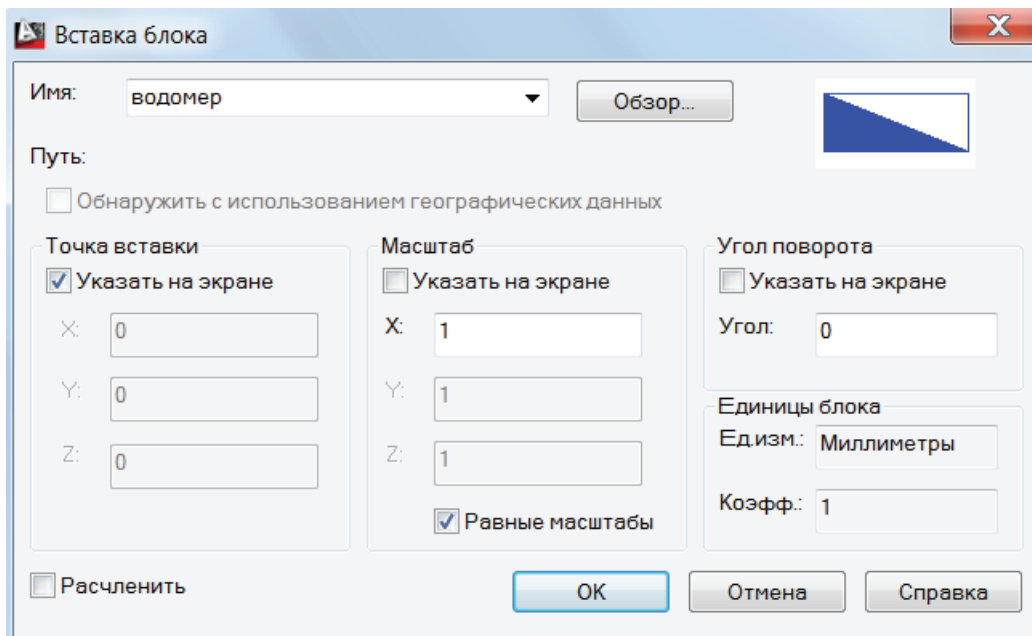

Рис. 115. Диалоговое окно Вставка блока
Лента → Вставка → Блок → Вставить . Открывается диалоговое окно Вставка блока (рис. 115), в котором нужно ответить на запросы команды:
- ◆ дважды нажмите ЛКМ на изображении блока, который требуется вставить. В этом случае открывается диалоговое окно Вставка блока (см. рис. 115), в котором нужно указать точку вставки, масштаб и угол наклона блока.